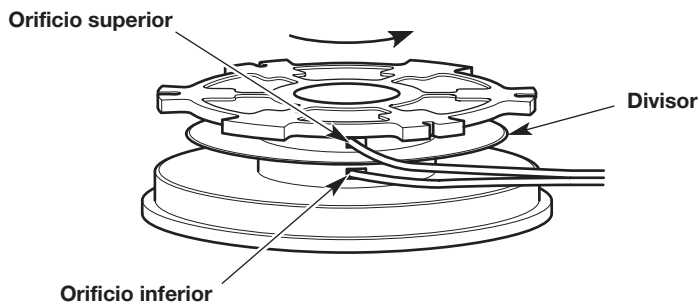

Fig. 18
2. Con uno de los extremos divididos, inserte un hilo dentro del orificio superior y otro hilo dentro del orificio inferior del carrete interior (Fig. 18).